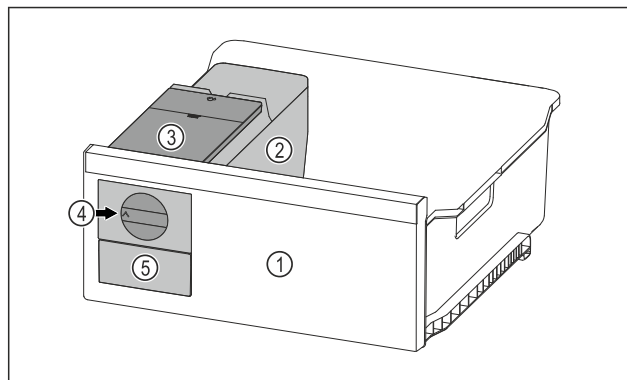

Fig. 97 Ilustrační zobrazení
- ▶ Otočte otočný knoflík Fig. 97 (4) ve směru hodinových ručiček až na doraz.
- ▶ Kostky ledu padají z misky na kostky ledu do zásuvky na kostky ledu Fig. 97 (5).